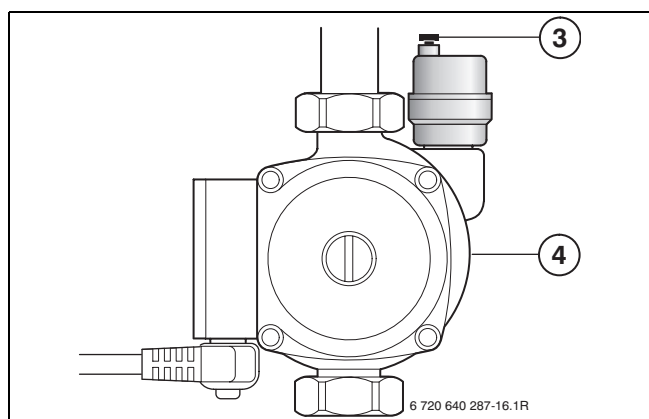

Fig. 18
- ▶ sfiatare nuovamente l'impianto tramite il disaeratore automatico presso il circolatore solare (→ fig. 18, [3], pagina 18).